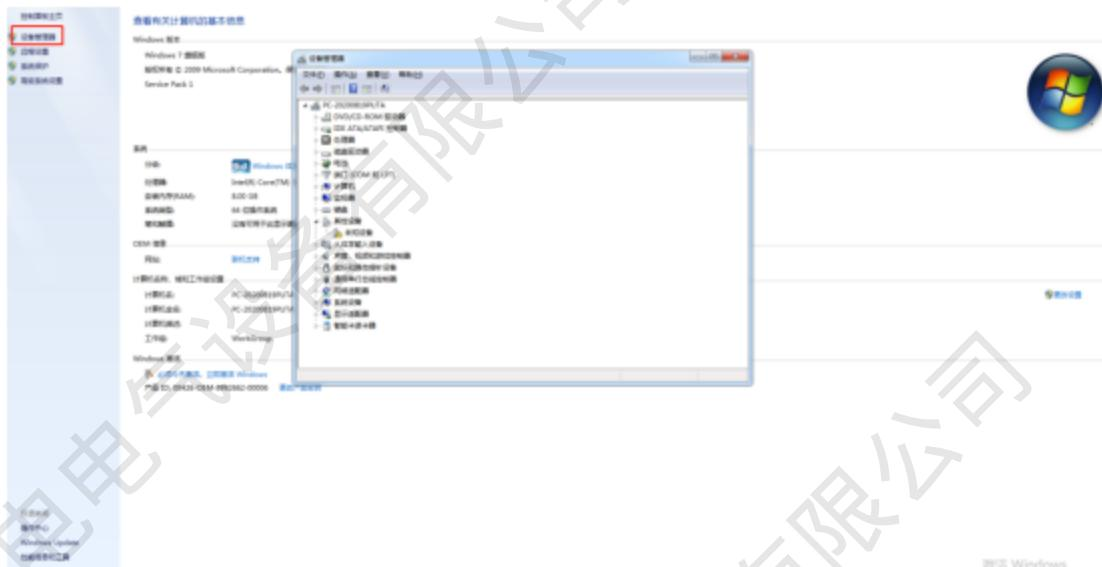

图 1-8
1、查看试验数据前，首先按照以下步骤，打开电脑的“控制面板”，选择“设备管理器”就会出现如图 1-8 的界面；